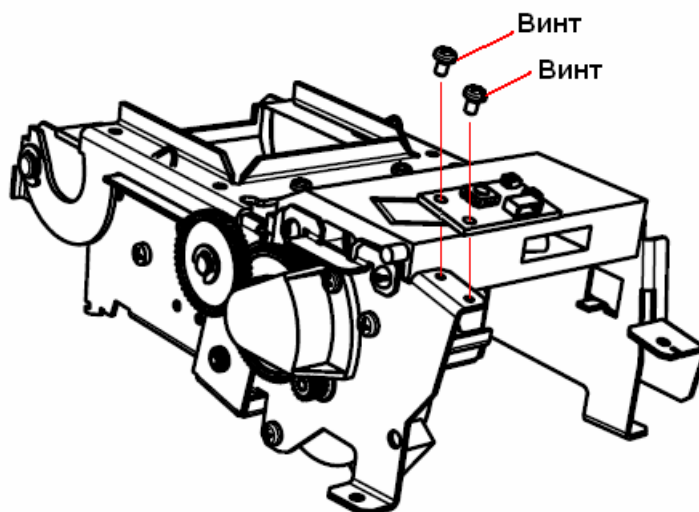

Рисунок 9. – Винты крепления платы индикации и кнопки открытия крышки.
3. Снимите печатающий механизм (см. рисунок 9).
Плата индикации крепится при помощи следующих винтов (см. рисунок 9):